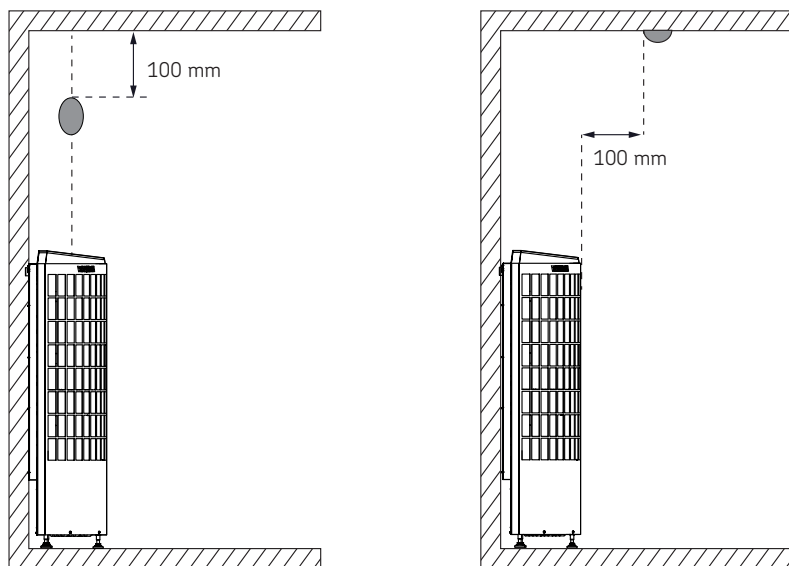

Figura 3. Installazione del sensore di calore
- Installare il sensore (SP248) come mostrato nella figura (Figura 3. Installazione del sensore di calore)